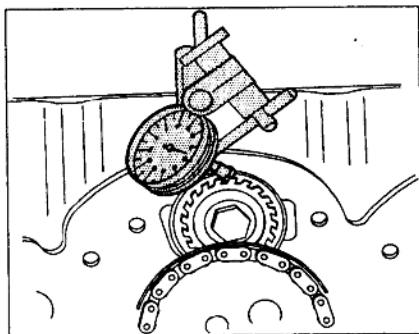

图1-1-11 测量平衡轴齿隙
- (2)见图1-1-11所示,测量平衡轴齿隙,齿隙为 $0.05 \sim 0.13\text{mm}$ 。